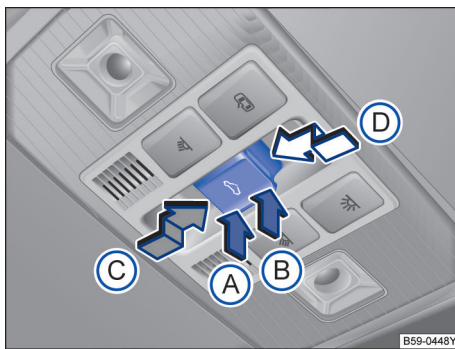

图 69 在顶篷中：天窗按钮
按钮→图 69 设有 2 挡位置。
- 触发防夹功能后 5 秒钟内按压 按钮→图 69，沿箭头 ① 方向将按钮保持在 2 挡位置，直至天窗完全关闭。